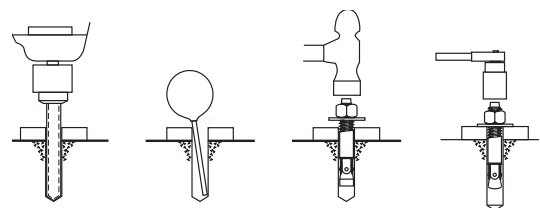

Fig. 2
- Die Dübelschrauben mit einem Drehmomentschlüssel anziehen (Abb. 2).